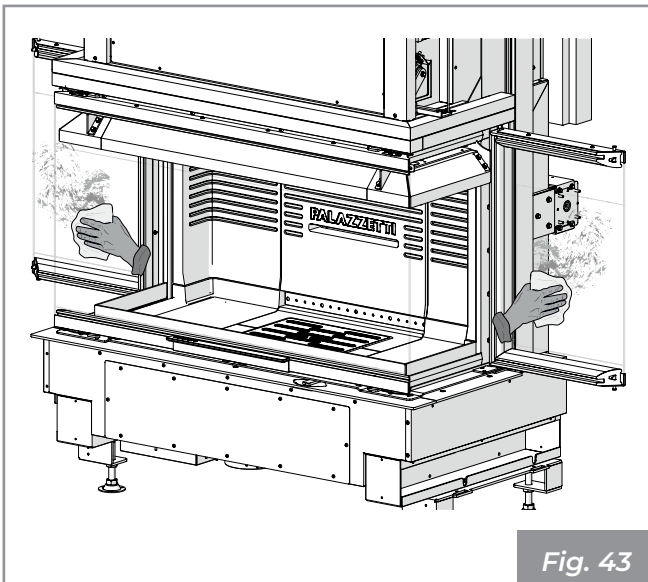

Fig. 43
- 3) Limpiar el vidrio con un paño húmedo o con papel humedecido y pasado en la ceniza (Fig. 43). Se pueden también usar detergentes adecuados para la limpieza de hornos de cocina.